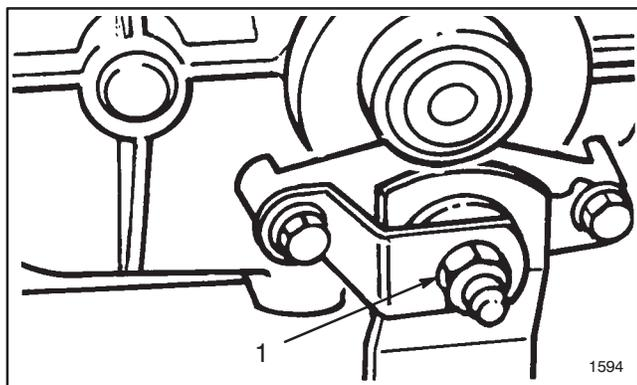

Abbildung 24
3. Die Sicherungsmutter um ca. 1/4 Umdrehung im Uhrzeigersinn anziehen (Abb. 24).